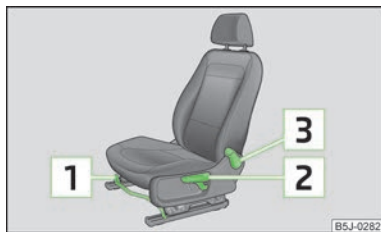

Fig. 38
- Trageți maneta (în zona sa centrală) **1** » fig. 38 în sus și deplasați simultan scaunul în poziția dorită.
- Dacă doriți să ridicați scaunul, ridicați maneta **2** » fig. 38 în sus, respectiv pompați.
- Scoateți de sub sarcină spătarul (nu vă rezemați), trageți maneta **3** » fig. 38 în jos și setați cu spinarea înclinarea dorită a spătarului.